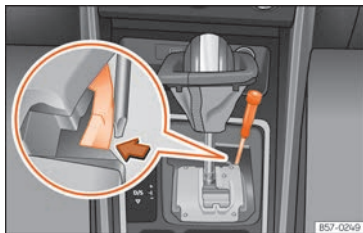

Abb. 93 Wählhebel: Notentriegeln aus der Parkstellung
- Drücken Sie seitlich mit Hilfe der flachen Seite des Schraubendrehers auf die gelbe Taste und halten Sie sie gedrückt >>> [Abb. 93].